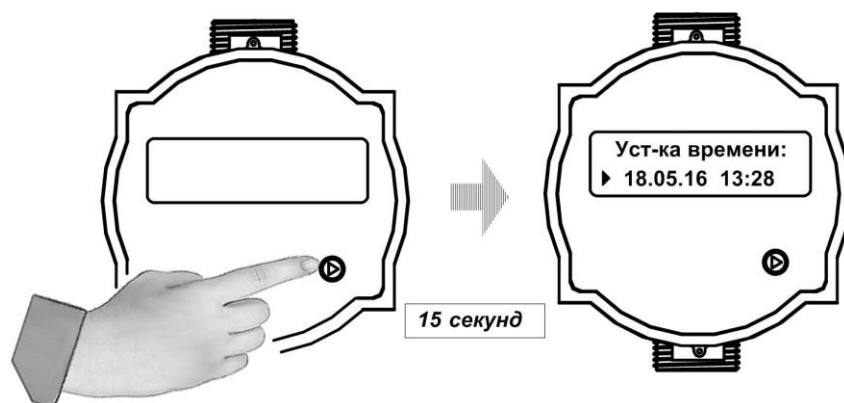

Рис.4. Переход в режим настройки приборного времени
8.3.1. Перевести расходомер в режим настройки текущего приборного времени, для чего нажать и удерживать **примерно 15 секунд** кнопку управления до появления на дисплее надписи **Уст-ка времени** (рис.4).